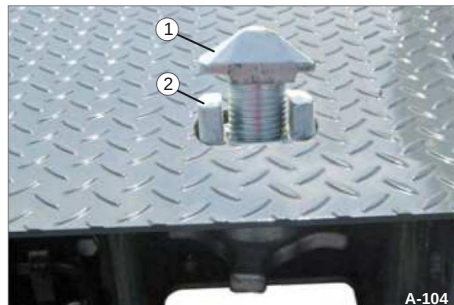

Fig. 157 Lås udtrukket
• Løft og drej spændemøtrikken og drejestiften (fig. 157/1) samtidig.
Styrebøsningen (fig. 157/2) kommer ud foroven.